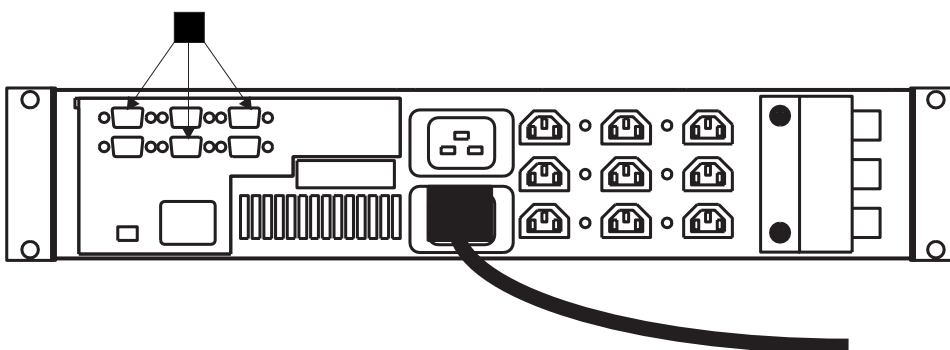

图 111. 断开信号电缆的连接
2. 在不间断电源的背面，断开信号电缆（图 111 中的 **1**）的连接。